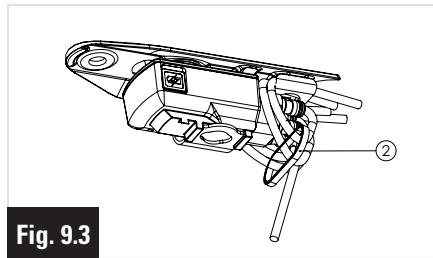

Fig. 9.3
- 7- Passer un collier de serrage plastique②autour des 4 fils sous le boîtier pour les tenir ensemble. Ne pas prendre le fil qui va dans le cadre (Fig. 9.3)